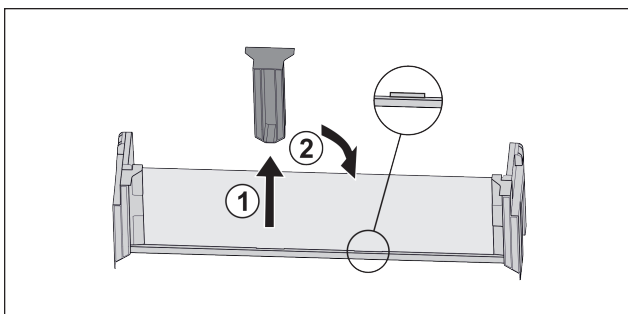

Fig. 124
- ▶ Vedä keskimäinen kiinnitysosa pois Fig. 124 (1).
- ▶ Aseta keskimäinen kiinnitysosa toiseen asentoon Fig. 124 (2).